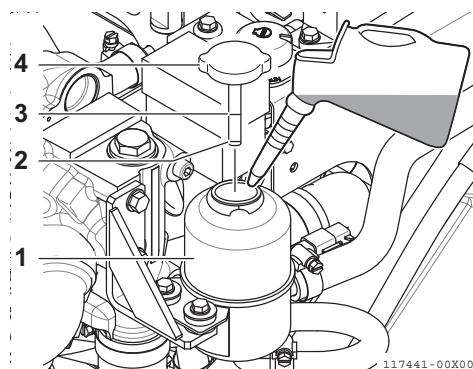

Figure 8
1. Retirez le bouchon de remplissage/jauge (Figure 8, (3), (4)) du réservoir de service d'huile de servodirection (Figure 8, (1)) et essuyez-la à l'aide d'un chiffon propre.
3. Retirez la jauge. Le niveau d'huile doit se situer entre les lignes supérieure (Figure 8, (3)) et inférieure (Figure 8, (2)) de la jauge.